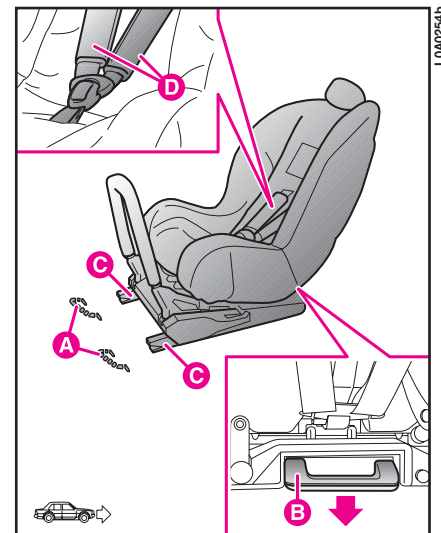

fig. 83
Para los niños de este grupo de peso (hasta 13 kg) la silla está dirigida hacia atrás y el niño se mantiene sujeto a los cinturones **D** (fig. 83) de la silla.
- controle que la palanca de desenganche **B** (fig. 83) esté en posición de reposo (hacia adentro);
– identifique los soportes de predisposición **A** (fig. 83) y luego, coloque la silla con los dispositivos de enganche **C** (fig. 83) alineados a los soportes;